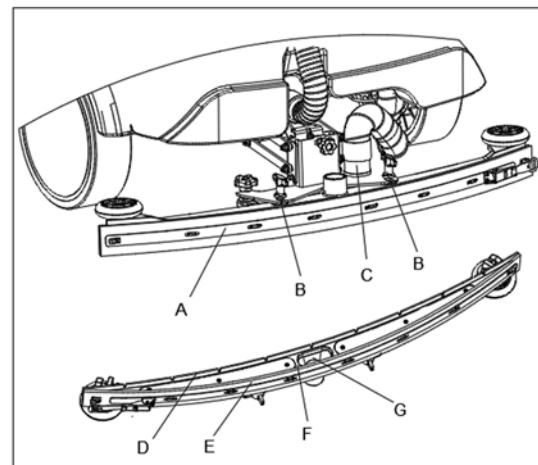

Рис. 17
- Ослабьте две ручки (B, рис. 17) и снимите скребок (A).
- Отсоедините вакуумный шланг (C) от скребка.
- Очистите стальной или алюминиевый скребок (F, рис. 17). Очистите отсеки (A) и особенно отверстие (B). Проверьте переднее лезвие (D) и заднее лезвие (E) на отсутствие повреждений, порезов и разрывов; при необходимости замените их (см. процедуру в следующем пункте).